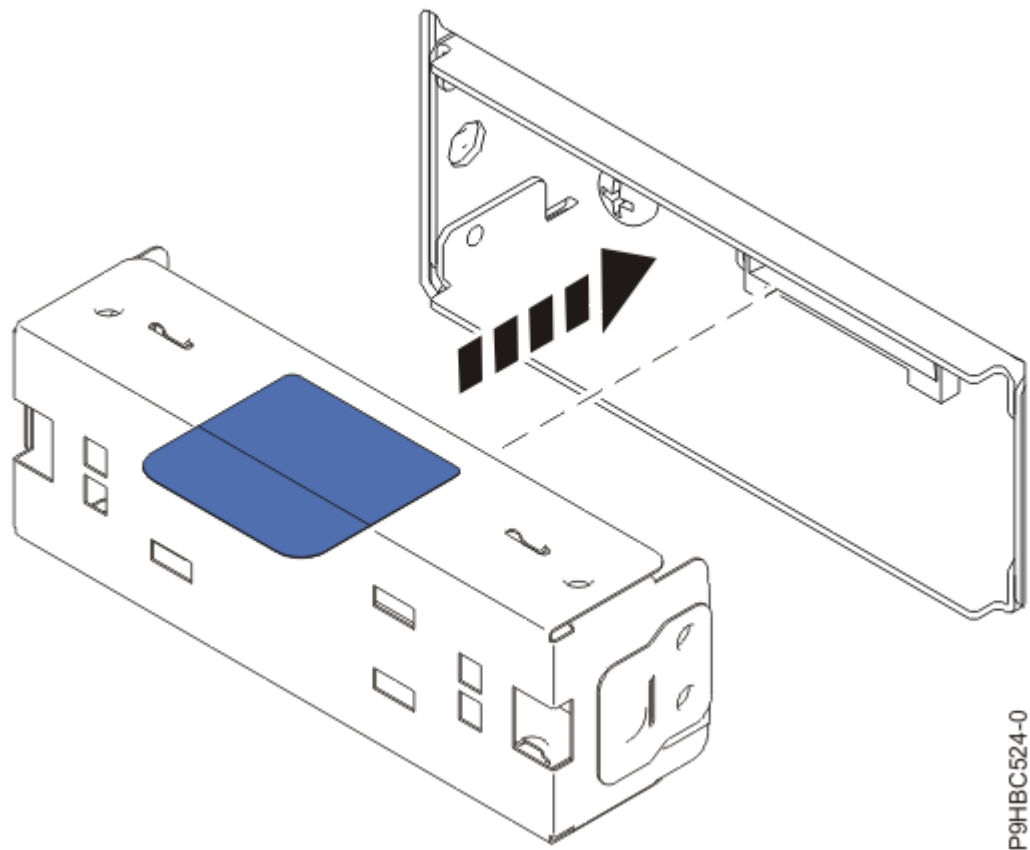

Figura 21. Inserció d'un panell de reblliment
3. Si esteu movent la pantalla de panell de control a un altre sistema, substituïu la pantalla per un panell de reblliment, tal com es mostra a la Figura 21 a la pàgina 23.